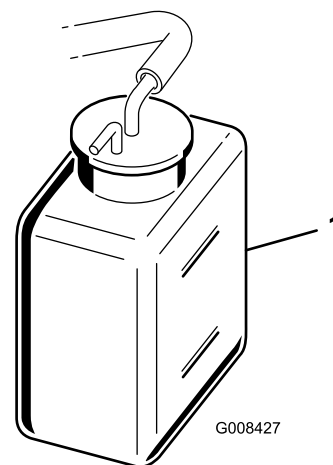

Figura 45
2. Verificați nivelul lichidului de răcire (Figura 45).